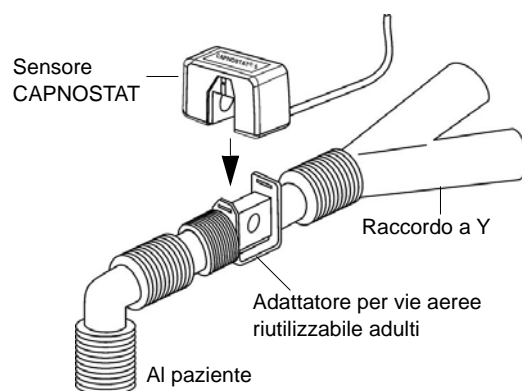

Figura 2
1. Porre il gruppo sensore CAPNOSTAT 5 CO₂ adattatore per vie aeree tra il gomito e il raccordo a Y del circuito del ventilatore, come illustrato nella figura 2.